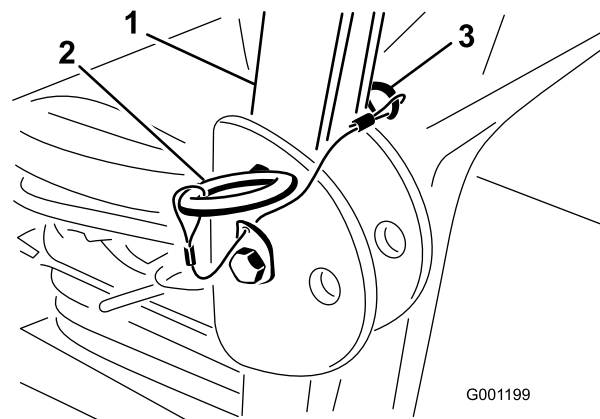

Figura 8
2. Levante a barra de segurança na vertical, instale os dois pinos e fixe-os com os contrapinos (Figura 8).
1. Remova os contrapinos e os dois pinos da barra de segurança (Figura 8).